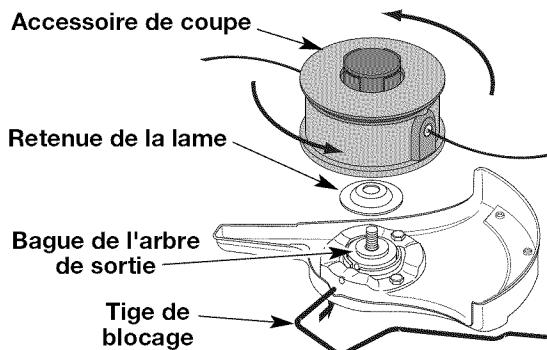

Fig. 15
5. Alignez le trou de la bague de l'arbre avec la fente de la tige de blocage, puis insérez la tige dans le trou. (Fig. 8). Placez la retenue de lame sur l'arbre de sortie, la partie plate reposant contre la bague de l'arbre tel qu'indiqué sur la Fig. 15. Vissez l'accessoire de coupe à gauche sur l'arbre. Vissez bien.